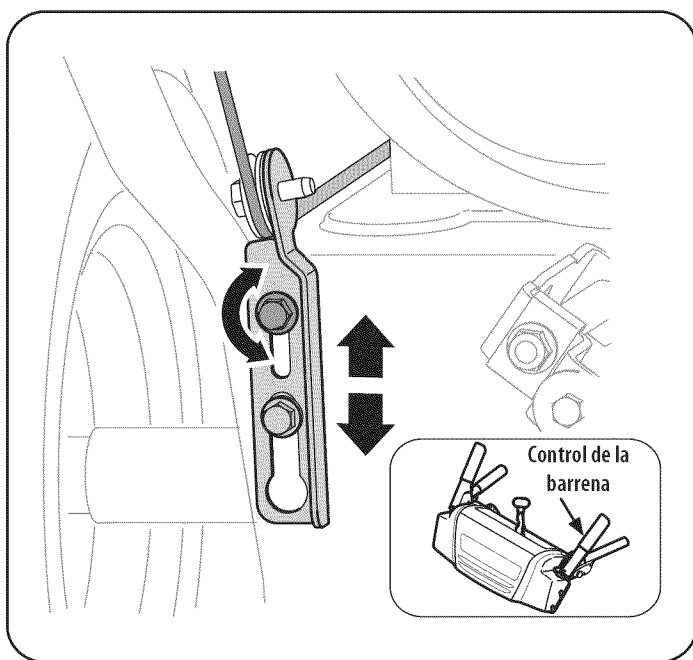

Figura 10
1. El control de la barrena se encuentra en el mango izquierdo. Consulte la Figura 10 el recuadro. Cuando se suelta el control de la barrena y está en posición desengranada arriba, el cable debe tener muy poco juego. NO debe estar tenso.
4. Deje la barrena engranada durante aproximadamente diez (10) segundos antes de soltar el control de la barrena. Repita esta operación varias veces.
8. Ubique la ménsula hacia arriba para brindar más juego (o hacia abajo para aumentar la tensión del cable). Vea la Figura 10.